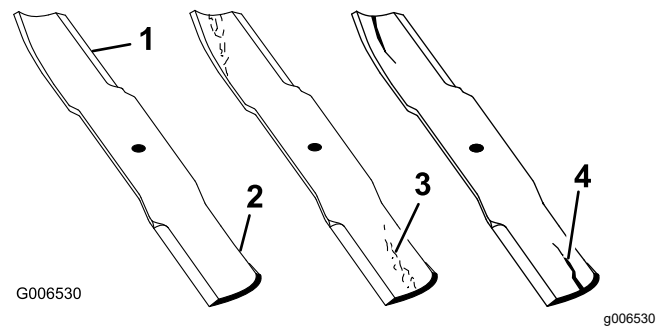

Figura 67
1. Inspeccione los filos de corte (Figura 67).
4. Si observa fisuras, desgaste o la formación de una ranura en esta zona, instale de inmediato una cuchilla nueva (Figura 67).